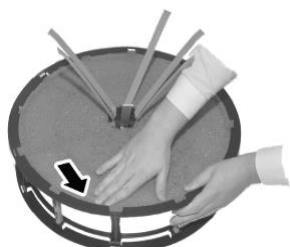

Рис. 25
7. Поместите новый внутренний фильтр испарителя вместе к фиксирующими ремнями (рис. 25).